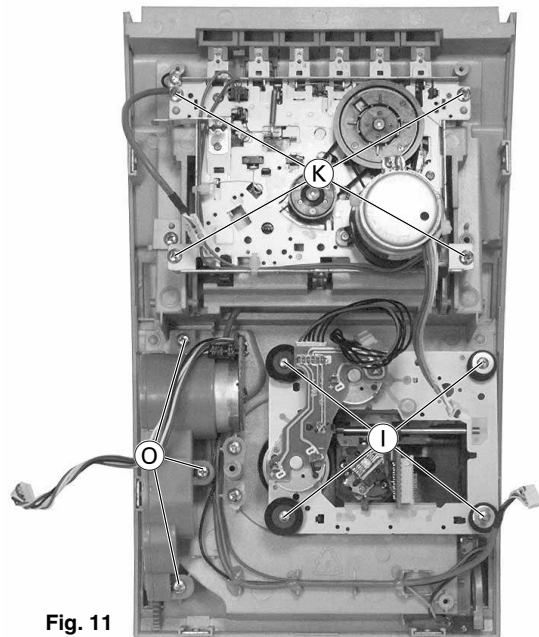

Fig. 11
- 4 Schrauben ① (Fig. 11) herausschrauben.
- 4 Schrauben ③ (Fig. 11) herausschrauben.
- Undo 4 screws ① (Fig. 11).
- Undo 4 screws ③ (Fig. 11).
- 3 Schrauben **O** (Fig. 11) heraus-schrauben.
- Undo 3 screws **O** (Fig. 11).